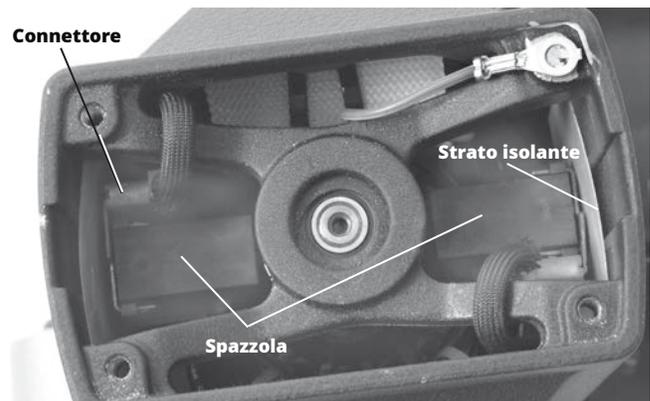

Figura 28 - Posizionamento delle spazzole - Coperchio del motore rimosso
3. Con una pinza, estrarre le spazzole del motore. Staccare il connettore. (Vedere la Figura 28)